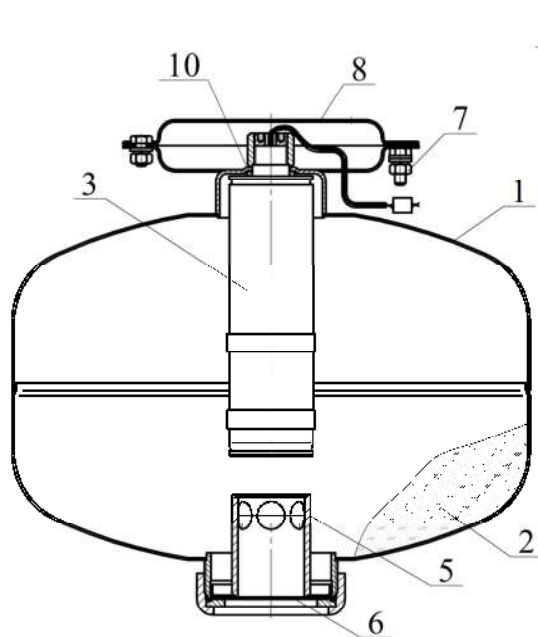
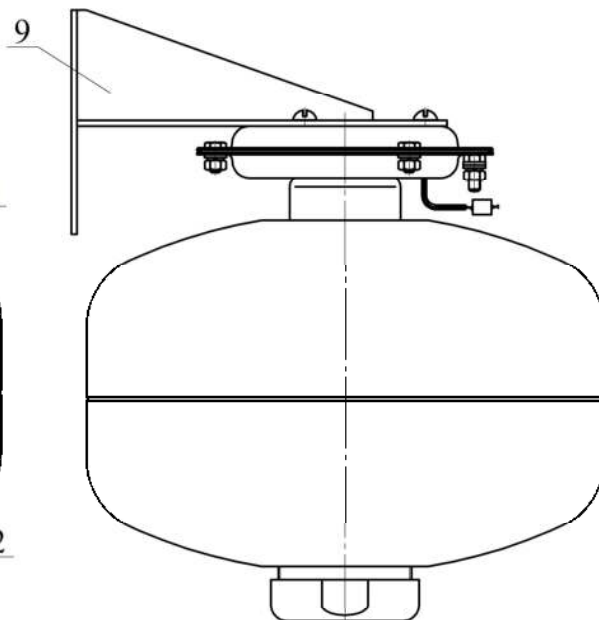

Рисунок 1
Рисунок 2
4.1.1 МПП (см. рисунки 1 и 2) состоит из корпуса **1**, в котором размещаются огнетушательный порошок (ОП) **2** и источник холодного газа (ИХГ) **3** с элементом электропусковым **4**. В нижней части корпуса находится насадок-распылитель **5**, выходное отверстие которого перекрыто мембраной **6**. Модуль имеет заземляющий зажим **7**. В верхней части МПП снабжён кронштейном **8** для крепления к потолочному перекрытию (рисунок 1) или кронштейном **9** для крепления к стене (рисунок 2).
6.2 Закрепить кронштейн 8 (см. рисунок 1) на потолке или кронштейн 9 (см. рисунок 2) на стене. Координаты отверстий в кронштейне, предназначенном для крепления МПП на потолке, приведены на рисунке 3а), на стене – на рисунке 3б).
7.3 Комплект поставки для перезарядки МПП (см. рисунок 1):